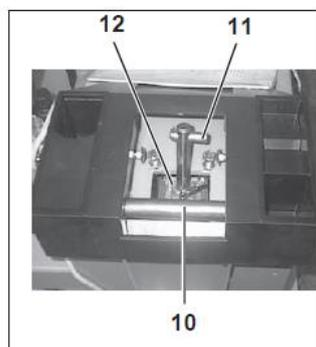

Рис. 5
- c) Установите стойку 2 на станине 1 станда и вставьте штифт 10 (рис. 5) в стойку 2, затем вставьте штифт 11 в шток цилиндра 12;